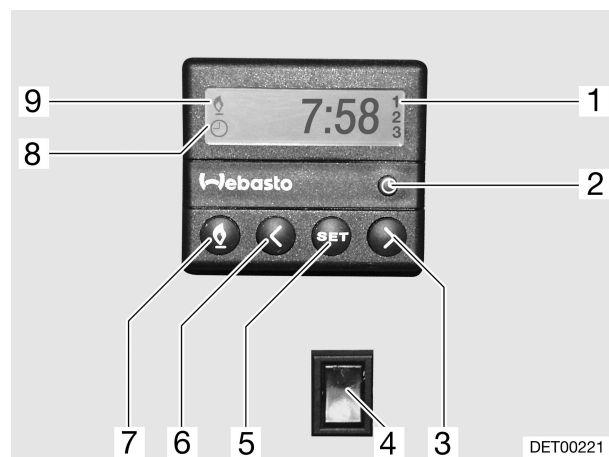

Bild 106 Bedieneinheit für Standheizung
- Taste (Bild 106,7) drücken. Der Heizbetrieb wird durch das Symbol (Bild 106,9) angezeigt.
- Taste (Bild 106,7) drücken. Das Symbol (Bild 106,9) erlischt.
- Schalter (Bild 106,4) unten drücken. Motor wird vorgewärmt.
- Schalter (Bild 106,4) oben drücken. Motor bleibt kalt.
- Taste (Bild 106,2) drücken. Die Uhrzeiteinstellung wird durch das Symbol (Bild 106,8) angezeigt.
- Mit den Tasten (Bild 106,3 und 6) die Uhrzeit einstellen.
- Taste (Bild 106,5) drücken.
- Innerhalb von 10 Sekunden mit den Tasten (Bild 106,3 und 6) die Einschaltzeit einstellen.
- Taste (Bild 106,5) so oft drücken, bis die gewünschte Programmnummer (Bild 106,1) im Display angezeigt wird.